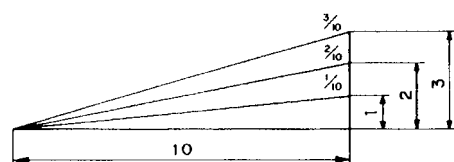

Fig. 25
- (4) Le degré, qui est le rapport de la hauteur sur le socle de la section triangulaire à retirer, pourra être utilisé pour régler l'échelle d'onglet à la place de l'angle de coupe, au besoin (voir Fig. 25).